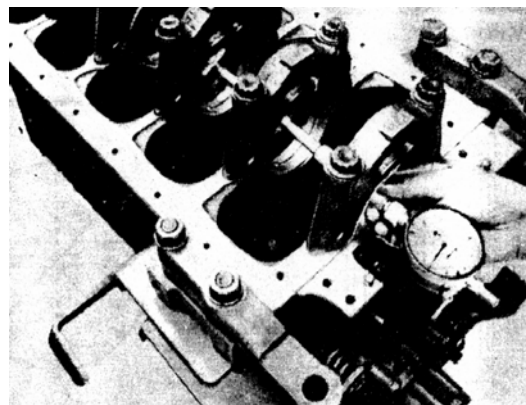

РИС. 48
15) Измерьте отверстие коренного подшипника, используя нутромер, запишите показания на контрольном листе -4 (рис. 48).